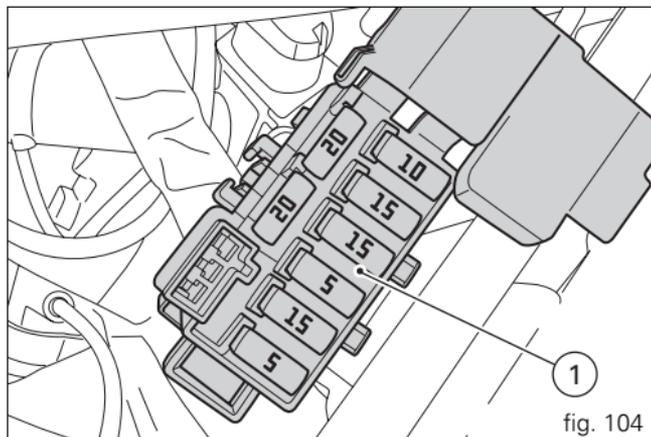

fig. 104
Légende boîtiers à fusibles (1, fig. 104)
La boîte à fusibles principale se trouve du côté droit (fig. 104). Les fusibles utilisés sont accessibles en retirant le cache de protection (1) sur lequel est indiqué l'ordre de montage et l'ampérage.